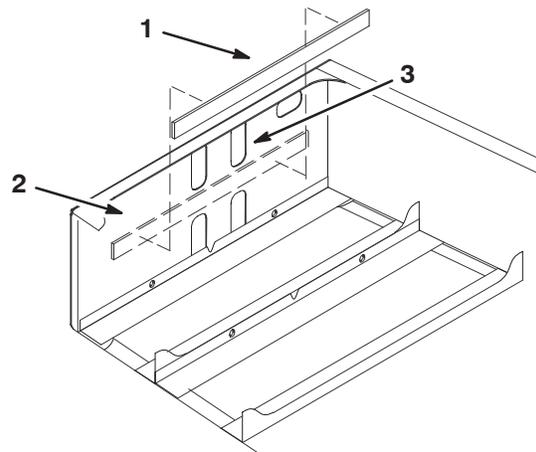

Figure 9
3. Retirez la bande adhésive au dos de la cale et placez celle-ci sur la face intérieure avant du châssis arrière, comme illustré à la Figure 9.
- Remarque :** La cale doit se trouver à environ 6 mm en dessous du bord inférieur des découpes supérieures (Fig. 9).